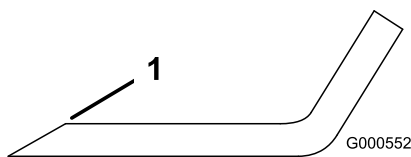

Figura 75
- Utilice una lima para afilar el filo de corte en ambos extremos de la cuchilla (Figura 75).
Nota: Si la cuchilla no está equilibrada, rebaje algo el metal en la parte de la vela solamente (Figura 75).